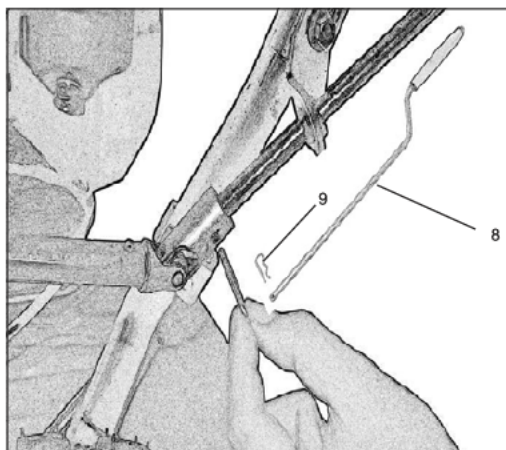

Рис. 4
•Установите рукоятку вращения желоба (Рис. 4 поз.8) через отверстие в кронштейне через карданное соединение и закрепите шплинтом (рис. 4 поз.9).